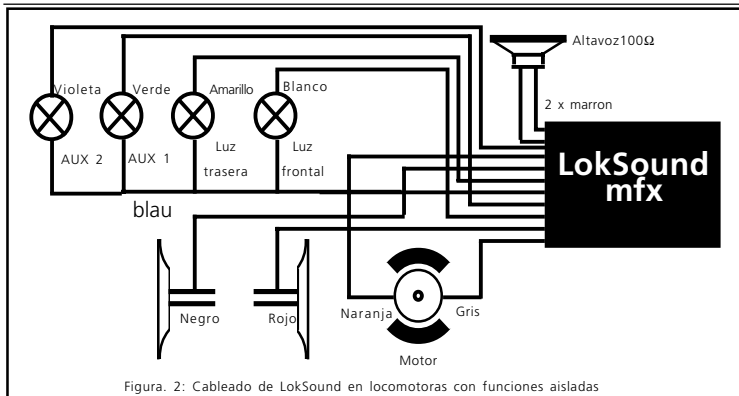

Figura. 2: Cableado de LokSound en locomotoras con funciones aisladas
a) Si las luces frontales y las funciones están aisladas del chasis de la locomotora (libre de cualquier voltaje) proceda de acuerdo al esquema correspondiente a la figura 2.
Utilice solamente generadores de humo digitales (Ej. sheutle nº 11) para las locomotoras conectadas como la figura 2. Otros generadores de humo drenan demasiada corriente. Hay generadores de humo en el mercado con más de 250 mA. De corriente.